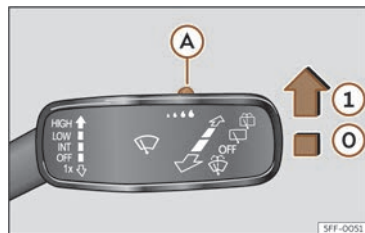

Fig. 109 Levier des essuie-glaces : régler le détecteur de pluie (A).
Poussez le levier dans la position souhaitée >>> **fig. 109**.
- ① Détecteur de pluie activé ; balayage automatique si nécessaire.
Après avoir coupé le contact et l'avoir remis, le capteur de pluie reste activé et reprend sa marche lorsque l'essuie-glace se trouve dans la position >>> **fig. 109** ① y et que vous circulez à plus de 16 km/h (10 mph).